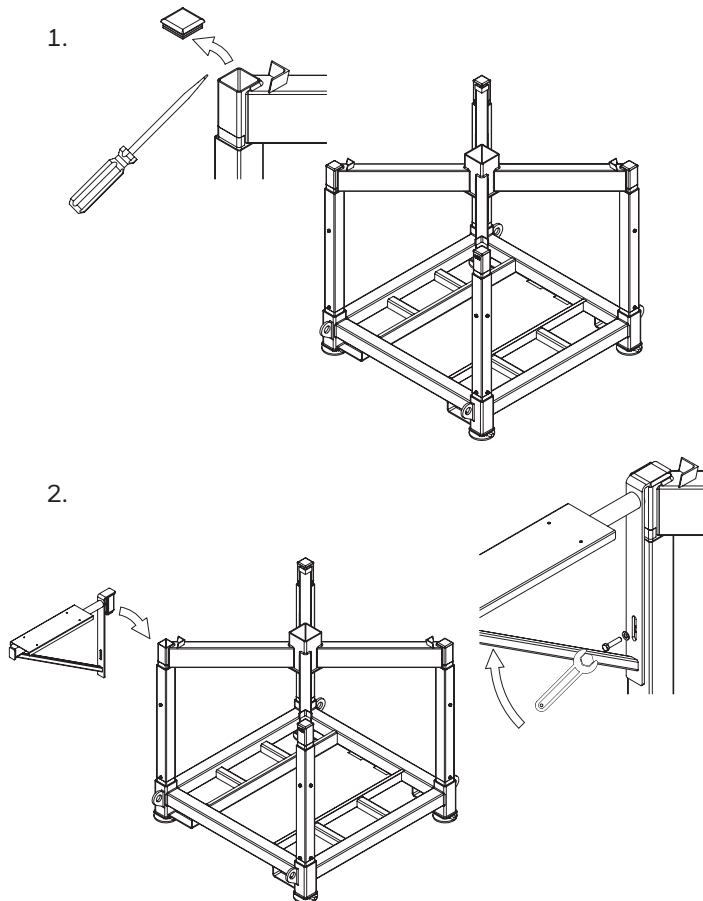

Figura 31. Monte el soporte fijo 8890 en el sistema de carga 8800 MkII
13.1. Monte el soporte fijo 8890 en el sistema de carga 8800 MkII en dos sencillos pasos, consulte la figura 31: